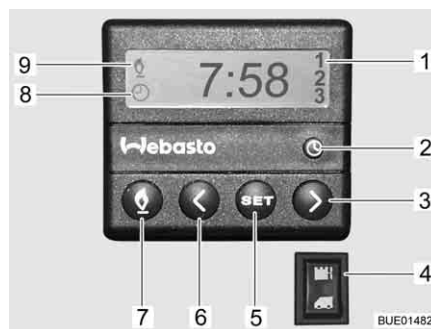

Bild 207 Kontrollenhet för motorvärme
- Tryck ner knapp (Bild 207,7). Värmedriften indikeras av symbolen (Bild 207,9). Fläkten startas först när kylmedelstemperaturen uppgår till 30 °C.
- Tryck ner knapp (Bild 207,7). Symbolen (Bild 207,9) slocknar.
- Vippkontakten (Bild 207,4) trycks in nedtill. Motorn förvärms. Fläkten startas direkt.
- Vippkontakten (Bild 207,4) trycks in upptill. Motorn värms inte upp.
- Tryck ner knapp (Bild 207,2). Tidsinställningen indikeras genom symbolen (Bild 207,8).
- Ställ klockan med knapparna (Bild 207,3 och 6).
- Tryck ner knapp (Bild 207,5).
- Ställ in starttiden inom 10 sekunder med knapparna (Bild 207,3 och 6).
- Tryck på knappen (Bild 207,5) tills önskat programnummer (Bild 207,1) visas på displayen.